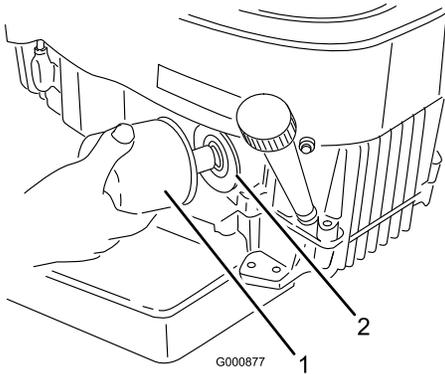

Figura 26
2. Retire el filtro de aceite usado (Figura 26).
4. Instale el filtro de aceite nuevo en el adaptador. Gire el filtro en el sentido de las agujas del reloj hasta que la junta de goma entre en contacto con el adaptador del filtro, luego apriete el filtro 3/4 de vuelta más (Figura 26).